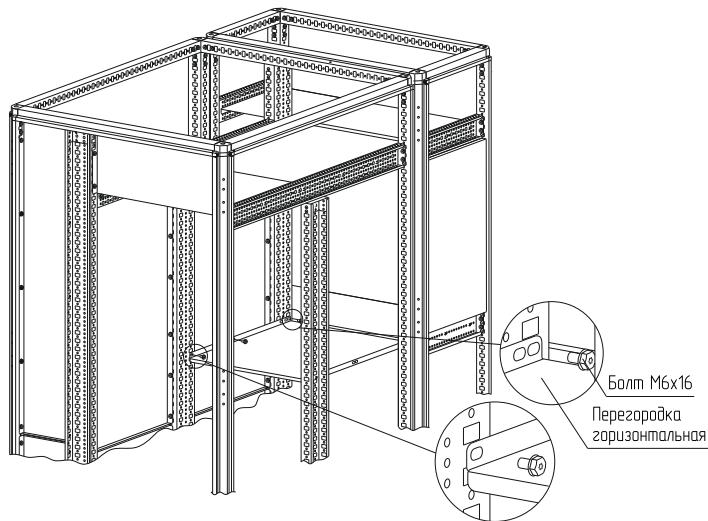

Рисунок 60
– вариант 3. Для этого закрепите стойки дополнительные на нужной глубине каркаса и закрепите перегородку на нужной высоте болтами M6×16 (рисунок 60). Момент затяжки – 7 Н·м. Стойки и болты в комплект не входят.